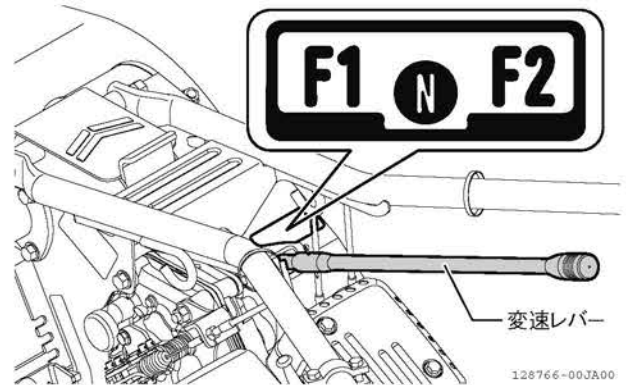

図 3-6 変速レバー
1. 歩行型ハンマーモアを作業場所に移動させ、変速レバーを「F1」(作業)位置にします。(図 3-6)